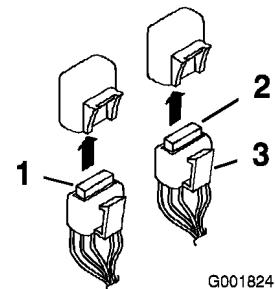

Figure 47
Fusible : Pompe d'injection – 10 A, à lame (Figure 47)
Fusible : Moteur – 20 A, à lame (Figure 47)
3. Vous trouverez les fusibles dans la partie arrière gauche de la machine. Tirez sur le clip en plastique et abaissez-le pour accéder aux fusibles dans les porte-fusibles (Figure 47).
4. Pour remplacer un fusible, tirez dessus pour l'enlever (Figure 47).